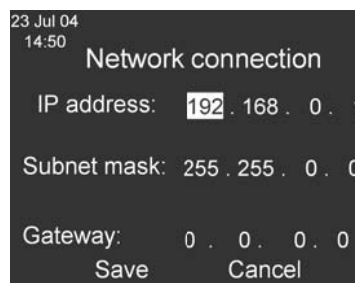

Figura 27: connessione in rete – indirizzo IP
3. Leggere l'indirizzo IP nella finestra della connessione in rete (Figura 27).